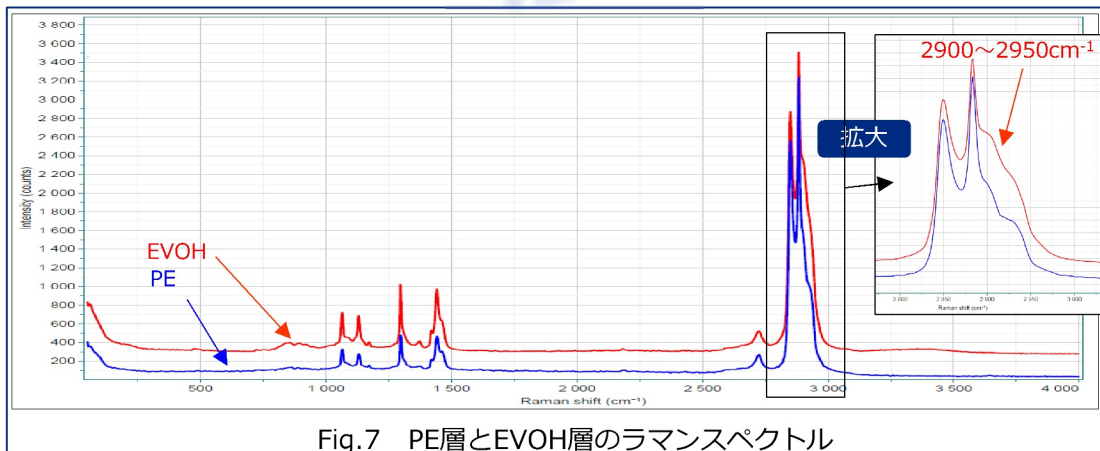
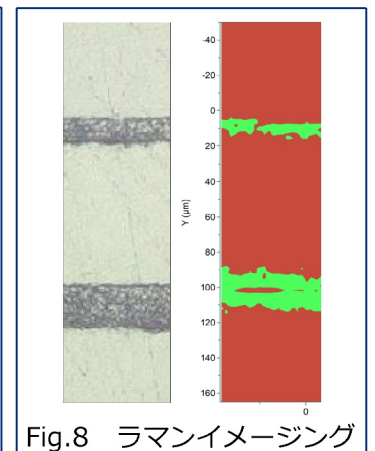

Fig.7 PE層とEVOH層のラマンスペクトル
Fig.8 ラマンイメージング
■ ラマンスペクトルでは、PEとEVOHのC-H結合のピーク形状に着目し、ラマンイメージングを行いました (Fig.8)。 $2900\sim 2950\text{cm}^{-1}$ 付近においてEVOHのほうがピーク強度が高くなっています (Fig.7)。緑色の部分がEVOH層 ($2900\sim 2950\text{cm}^{-1}$ 付近のピークが高い部分)に該当します。